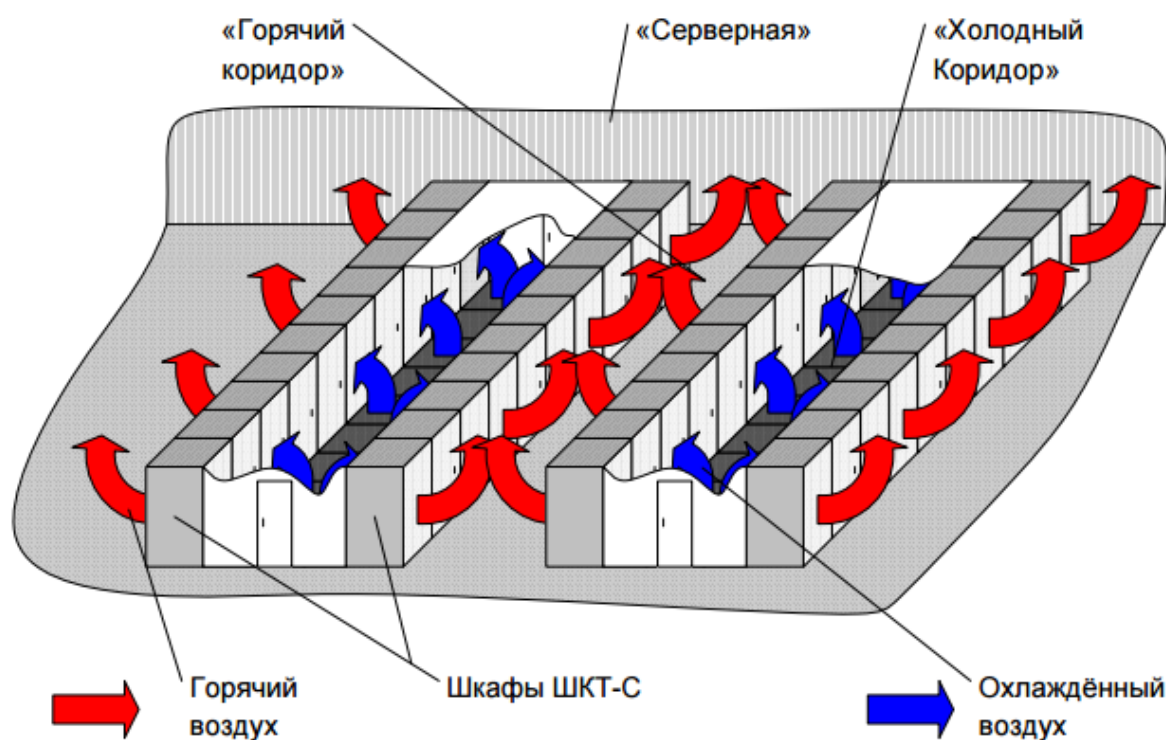

Рис. 1 Схема движения воздушных потоков в «Серверной».
- 1.4 ХК - «Холодный коридор» – изолированный объём помещения, в который нагнетается охлаждённый воздух. (См. рис. 1, Приложение 1.)